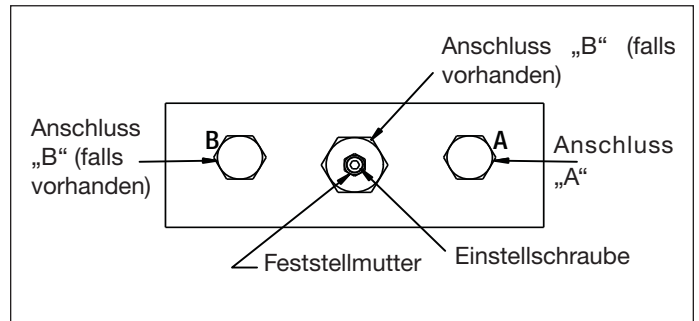

Abb. 10
1. Bauen Sie ein 0 - 1.035 bar [0 - 15.000 psi] Manometer an Anschluss „A“ (siehe Abb. 10) ein.
1. Bauen Sie ein 0 – 1.035 bar [0 – 15.000 psi] Manometer an Anschluss „A“ (siehe Abb. 10) ein.